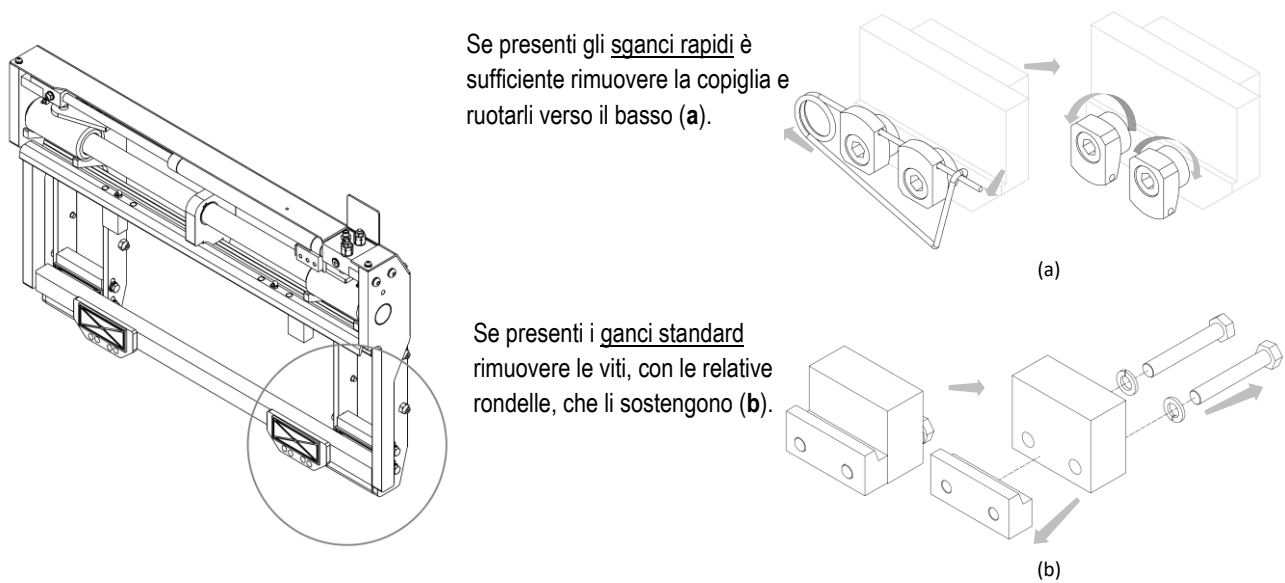

Figura 3
5. Rimuovere i ganci inferiori dall'attrezzatura e ingrassare i lardoni (vedi *Figura 3*).